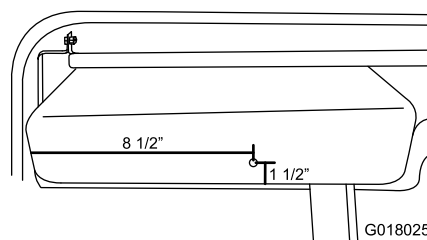

Figura 21
1. Faça um furo (5/16 pol.) no porta-luvas a 216 mm da esquerda e 38 mm da parte inferior (Figura 21).